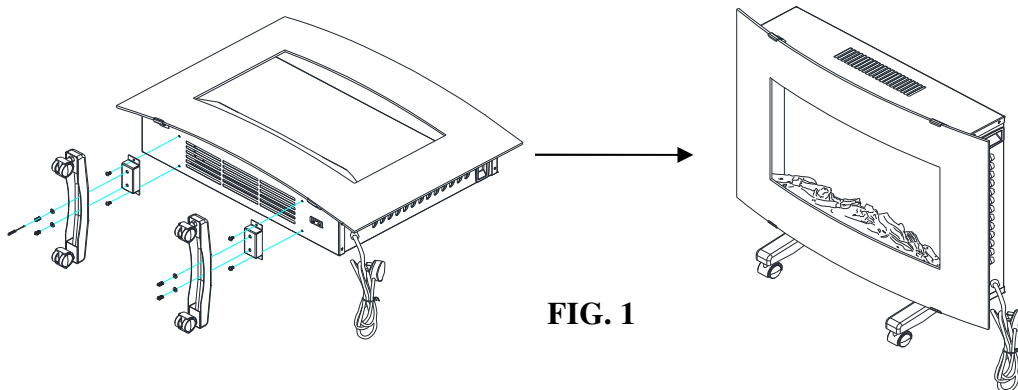

FIG. 1
12. Pour le montage des roues, suivez les instructions de la figure 1.